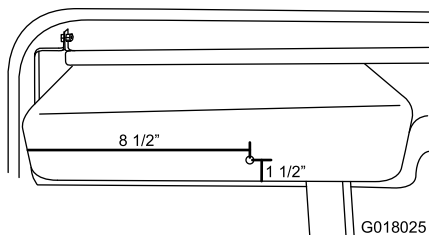

図 20
1. グローブボックスの左から 216 mm、底から 38 mm の位置に、5/16" 8 mm の穴を開ける 図 20。